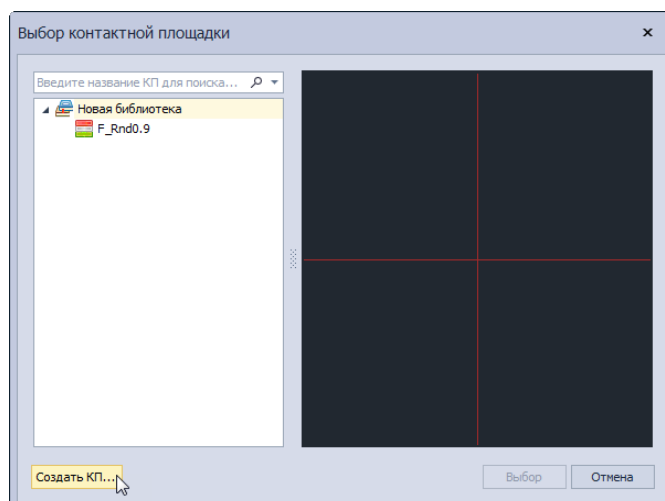

Рис. 159 Выбор типа реперной точки
2. Выбрать тип реперной точки в окне «Выбор контактной площадки» и нажать кнопку «Выбор», см. Рис. 159. В окне отображаются реперные точки, созданные во всех доступных библиотеках.